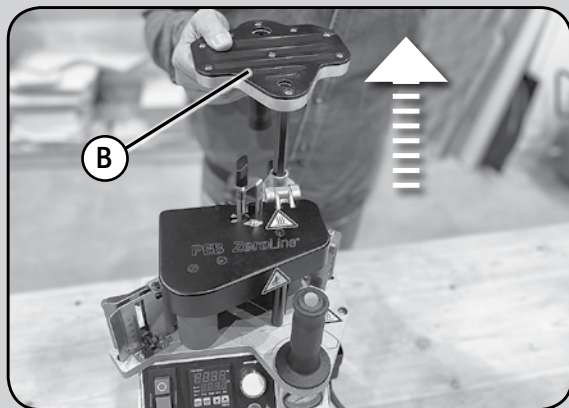
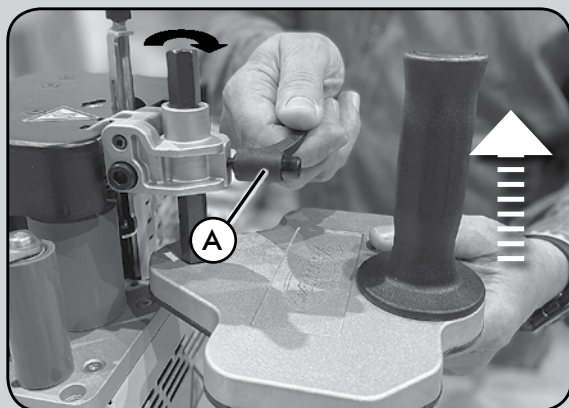

Abb. 3
Abb. 4
- Lösen Sie den Griff A (Abb. 4) und entfernen Sie die Führung B (Abb. 3) und montieren Sie sie wie in Abbildung 4 gezeigt.